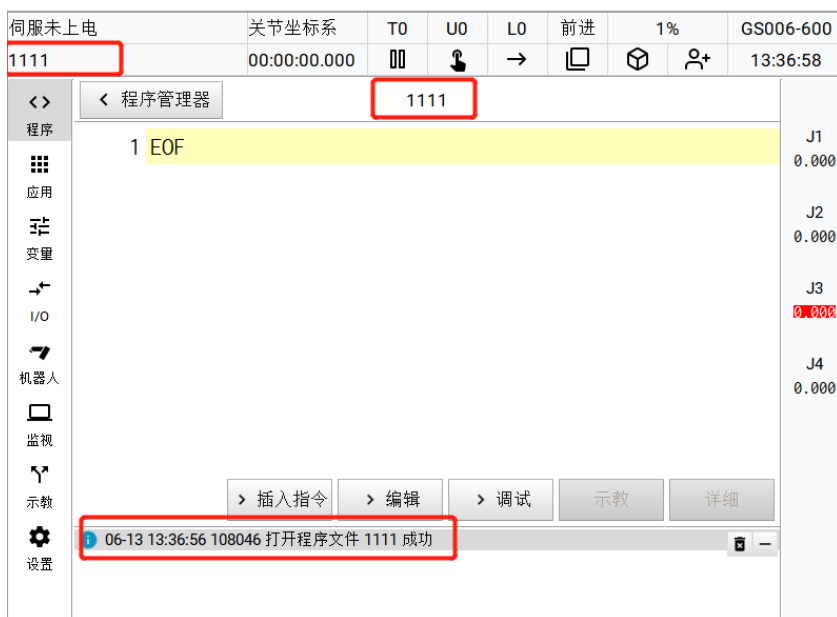

图7-4 编辑程序图-1
1. 点击子菜单区【打开】图标，打开“1111”程序后，进入程序编辑界面，如图7-4所示。